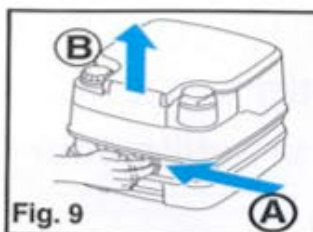

Fig. 9
2. Be sure valve handle is closed. Separate tanks (Fig. 9).
2. Verifique que el asa de la válvula esté cerrada. Separe los tanques (Fig. 9).